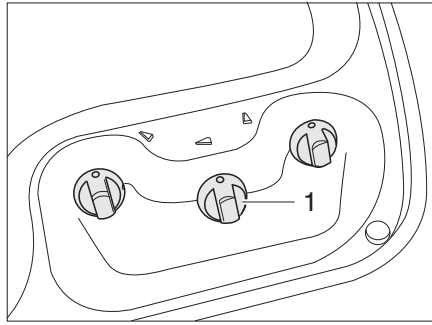
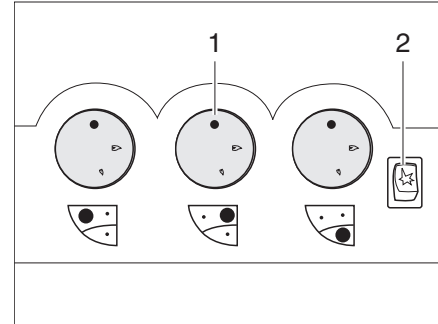

Fig. 322 Elementos de mando para la cocina de gas (sin tecla de encendido piezoeléctrica)
Fig. 323 Elementos de mando para la cocina de gas (con tecla de encendido piezoeléctrica)
- Girar el regulador giratorio (Fig. 322,1 ó Fig. 323,1) correspondiente al quemador deseado a la posición de encendido (llama alta).
- Si hay una tecla de encendido (Fig. 323,2): Generar chispas pulsando la tecla de encendido.